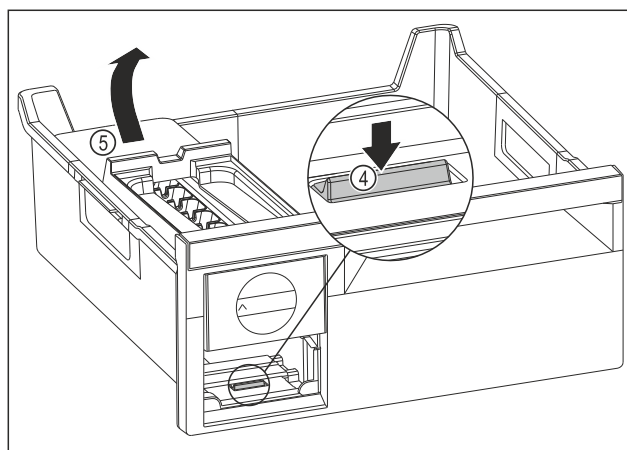

Fig. 188
- ▶ Vyjmutí korpusu EasyTwist-Ice: Lamelu Fig. 188 (4) zatlačte prstem směrem dolů a zároveň nadzvedněte druhou rukou korpus EasyTwist-Ice Fig. 188 (5) zezadu.